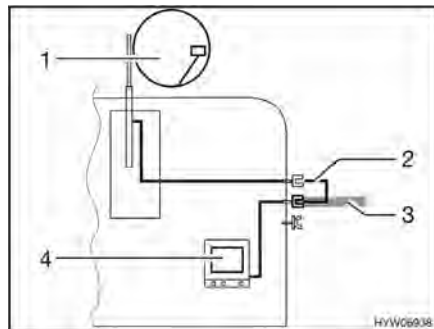

Fig. 110 TV nel veicolo
- TV nel veicolo (Fig. 110,4): Collegamento all'antenna del tetto (Fig. 110,1) con cavo di collegamento (Fig. 110,2)
- TV nel veicolo (Fig. 110,4): Collegamento a antenna esterna (Fig. 110,3)